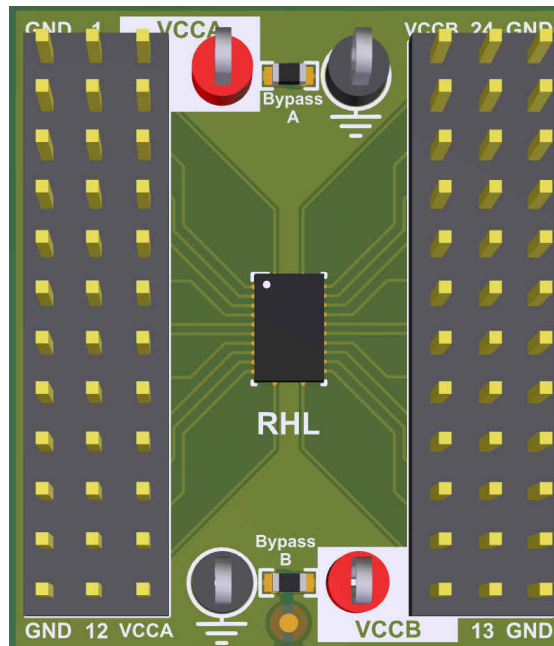

图 2-4. 完全填充的部分
4. 连接器件引脚。该套件包含 12 个 12 引脚接头和 8 个电源测试点，可让用户完全填充两个部分（接头可分开以减少引脚数）。图 2-4 展示了一个相关示例，其中为电源添加了旁路电容器。